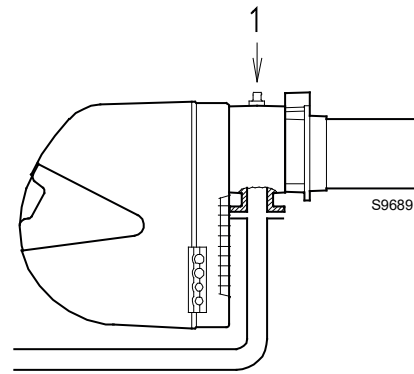

Abb. 26
Gasdruck, an der Entnahmestelle 1)(Abb. 26) gemessen mit:
- Ziehen Sie vom Gasdruck am Anschluss 1)(Abb. 26) den in der Brennkammer vorhandenen Druck ab.
Gasdruck an der Entnahmestelle 1)(Abb. 26) =	9,3 mbar
Zur Ermittlung des für den an der Entnahmestelle 1)(Abb. 26) erforderlichen Gasdruckes, nachdem die Brennerleistung festgelegt wurde, mit der Brenner auf der 2. Stufe laufen soll:
- Lesen Sie rechts, in der Spalte 1, den Druck an der Entnahmestelle 1)(Abb. 26) ab.
An der Entnahmestelle 1)(Abb. 26) erforderlicher Druck.